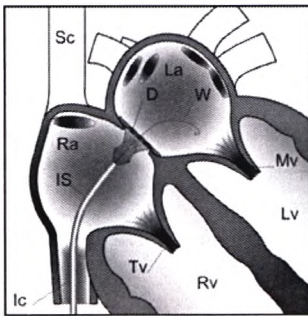
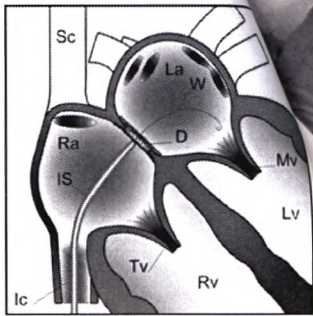

Рис. 17
Рис. 18
- Осторожно потяните систему в сборе, включая имплантационный интродьюсер (IS), чтобы она прилегла к перегородке (рис. 17). Повторно проверьте положение и соответствие размера диска. После подгонки раскрытого диска к перегородке выполните конфигурирование диска для правого предсердия, не снижая натяжения системы в сборе. Метод конфигурирования следующий: диск для правого предсердия раскрывают, оттягивая назад имплантационный интродьюсер (IS) и продвигая катетер толкателя (PC) вперед (рис. 18). Проверьте окончательную конфигурацию с помощью ангиографии, подав контрастное вещество через имплантационный интродьюсер (IS). Затем промойте имплантационный интродьюсер (IS) гепаринизированным физиологическим раствором (1 МЕ/1 мл).